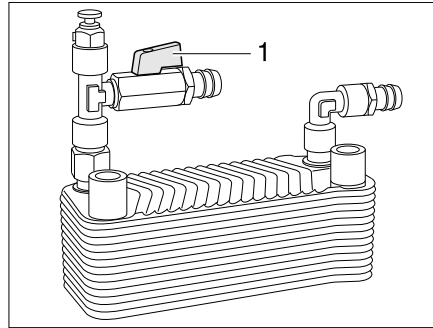

Bild 170 Wärmetauscher Alde
- Anstellen:** ■ Griff (Bild 170,1) des Abstellhahns parallel zur Rohrleitung stellen.
- Abstellen:** ■ Griff (Bild 170,1) des Abstellhahns quer zur Rohrleitung stellen.